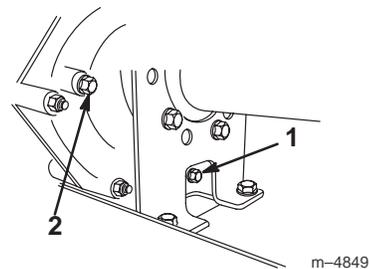
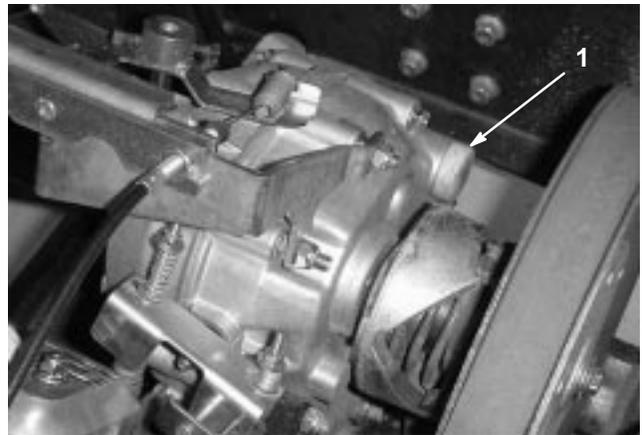

Figure 40
Figure 41
2. Enlevez le bouchon de vidange sur le côté droit du réservoir (Fig. 40) et laissez l'huile s'écouler dans un bac de vidange. Revissez le bouchon de vidange en place lorsque toute l'huile s'est écoulée.
3. Versez environ 1,4 l d'huile moteur SAE 10W30 dans le réservoir (Fig. 41) ou faites l'appoint jusqu'à ce que le niveau atteigne le bas du trou indicateur de niveau (Fig. 40).